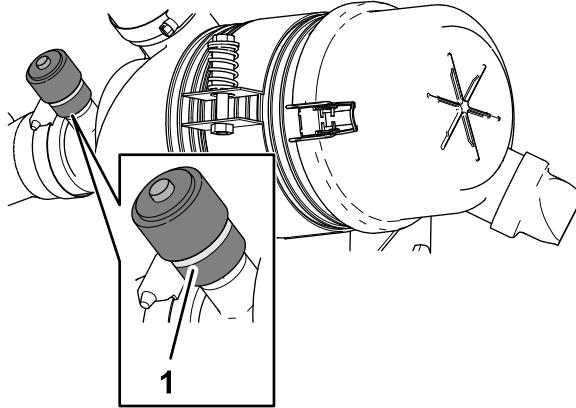

Figure 112
- Vérifiez l'indicateur de colmatage au bout du boîtier de filtre à air (Figure 112).